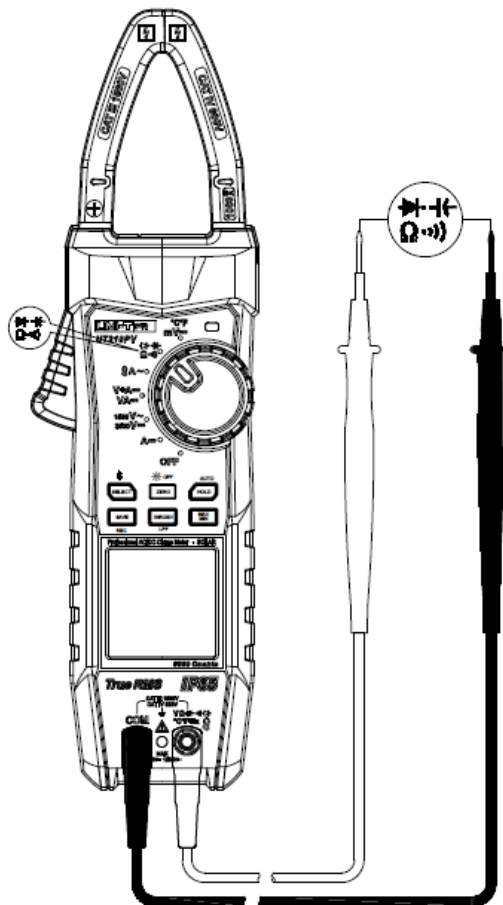

Abbildung 10
5. Widerstandsmessung (Abbildung 10)
6. Diodenmessung (Abbildung 10)
7. Kapazitätsmessung (Abbildung 10)